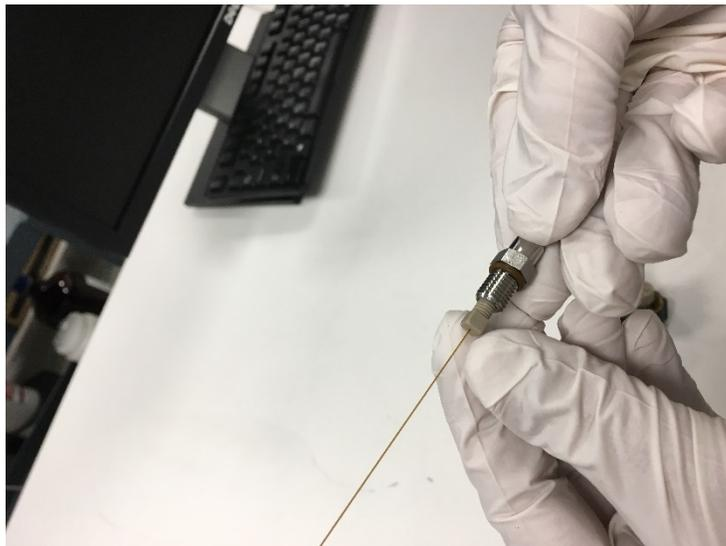

Abbildung 101: Entfernung des PEEK-Fittings
- 11) Lösen Sie die Mutter mit einem 3/16-Zoll-Schlüssel und schrauben Sie dann das PEEK-Fitting ab. Siehe Abbildung 101.
12) Entfernen Sie das PEEK-Fitting. Siehe Abbildung 101.